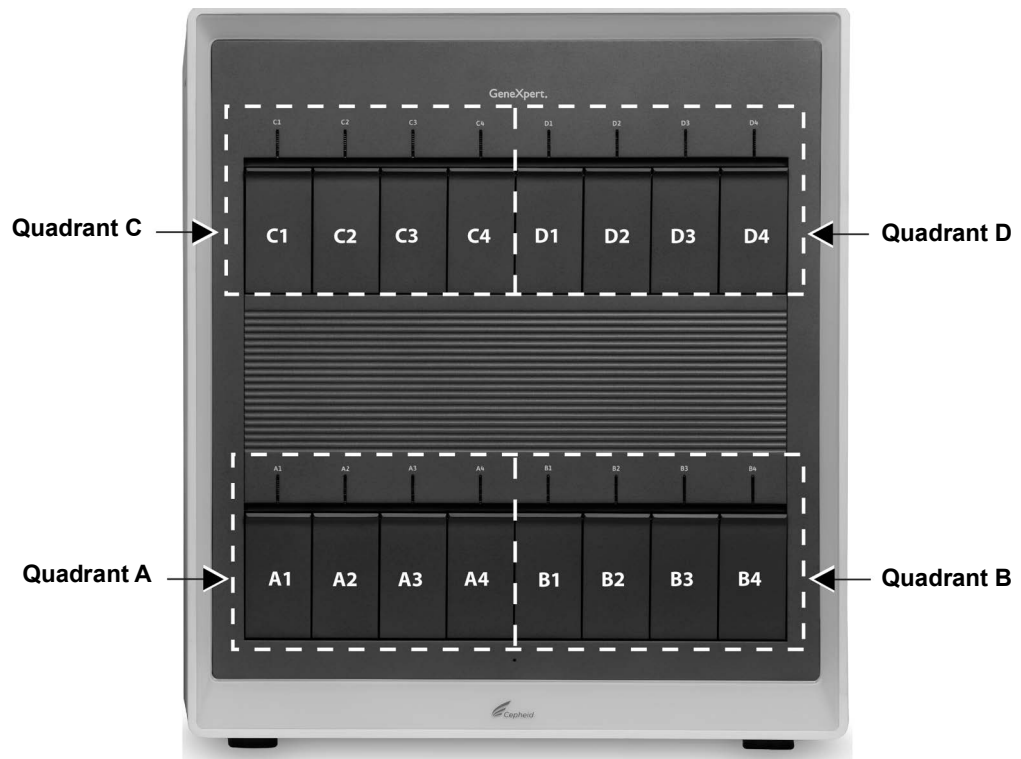
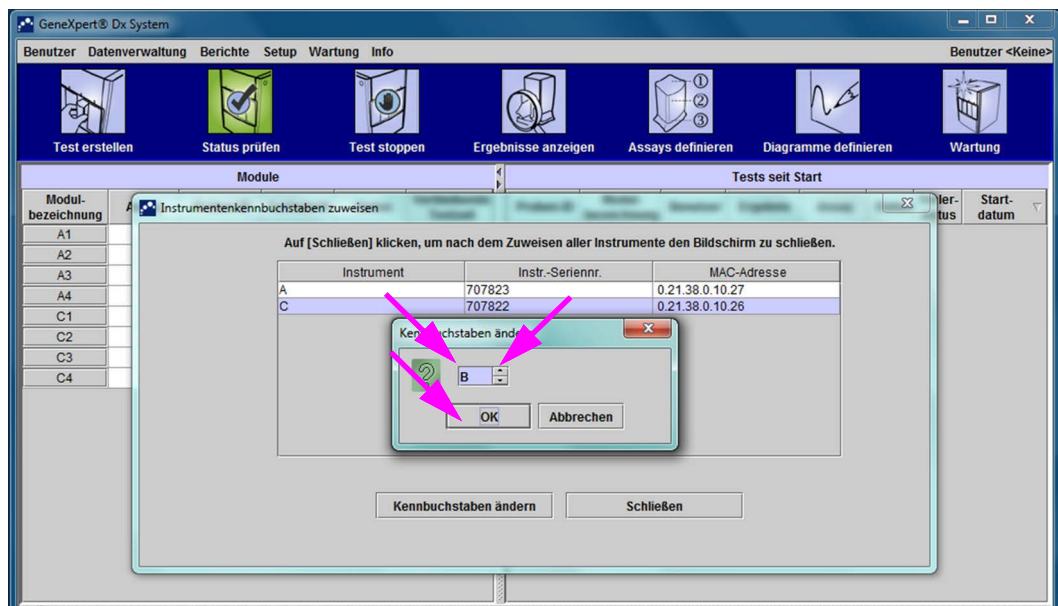

Abbildung 2-62. Quadranten mit Kennbuchstaben (Abbildung zeigt GX-XVI)
Abbildung 2-68. GeneXpert Dx System-Fenster mit überlagertem Dialogfeld „Kennbuchstaben ändern“
Die GeneXpert Dx-Software weist automatisch jedem Quadranten des GeneXpert GX-XVI-Instruments, das an den Computer angeschlossen ist, einen Buchstaben (A, B, C oder D) für dessen Identifizierung zu. Abbildung 2-62 zeigt, wie die einzelnen Quadranten des GX-XVI vom System gesehen werden.
Das Dialogfeld „Kennbuchstaben ändern“ wird angezeigt, das in Abbildung 2-68 dargestellt ist. Ändern Sie den Buchstaben, der dem Modul (bzw. den Modulen) zugewiesen werden soll, mit dem Auf- und Abwärtspfeil des Dialogfelds „Kennbuchstaben ändern“. Wählen Sie den zu dem Quadranten mit den vier blinkenden Modulen zugehörigen Kennbuchstaben aus. Wenn zum Beispiel die Modulgruppe unten rechts (Quadrant B in Abbildung 2-62) blinkt, wählen Sie **B** als neuen Buchstaben.
5. Klicken Sie nach der Änderung des Kennbuchstabens auf **OK**. Siehe Abbildung 2-68.